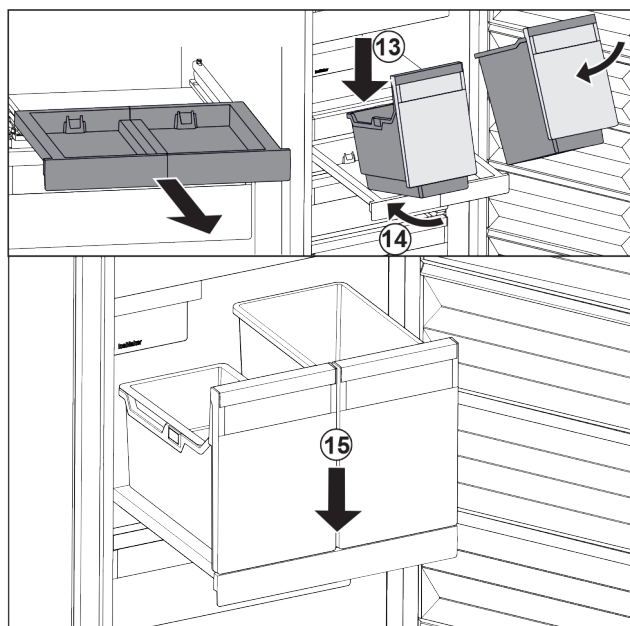

Fig. 39
- ▶ Sæt beholderne skråt på udtrækshylden. Fig. 39 (13)
- ▶ Skub beholderne skråt bagud. Fig. 39 (14)
- ▶ Sæt beholderne ned foran. Fig. 39 (15)